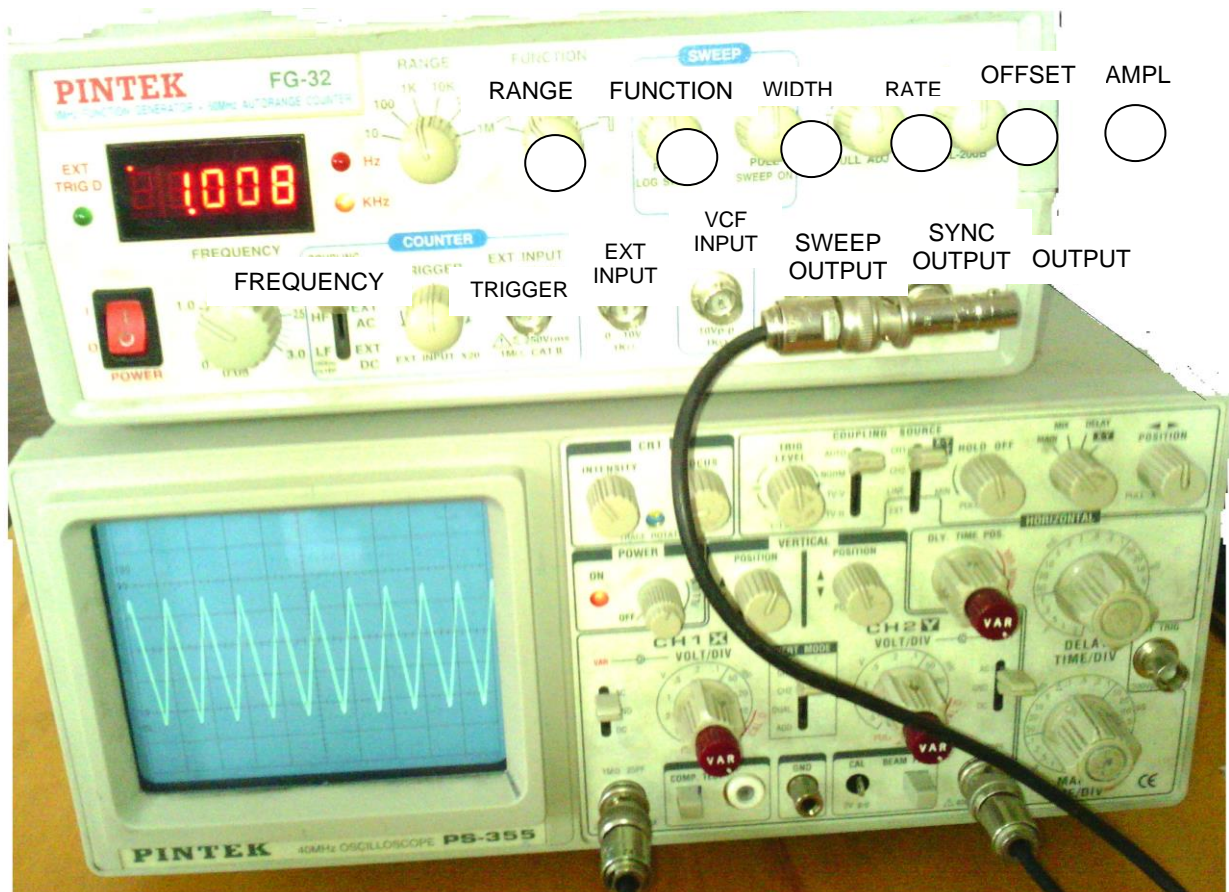

Рисунок 11 – Схема підключення генератора функцій FG-32 до каналу CH1 осцилографа
4 Поверніть регулятор діапазону (RANGE) (7) в діапазоні 10 ... 1 М. Ви побачите, що показання світлодіодного дисплея буде змінюватись в 10 разів з кожним кроком і частота осцилографа зміниться відповідно (рисунок 11).